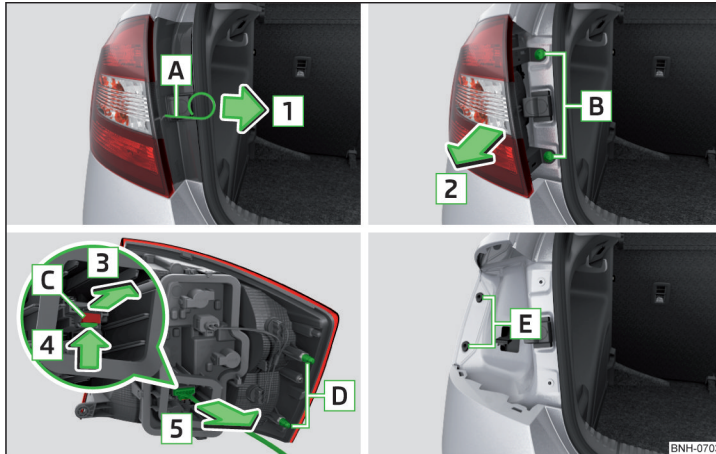

Abb. 282 Leuchte ausbauen / Stecker abziehen
- › In die Öffnung **A** » Abb. 282 den Bügel zum Abziehen der Radvollblenden einführen.
- › Die Leuchte mit den Zapfen **D** in die Aufnahmen **E** in der Karosserie einsetzen » Abb. 282.